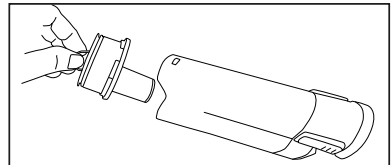

Fig. 2
6. Richten Sie die Filterkassete zum Staubtank aus und setzen Sie sie wieder ein (Fig. 2).